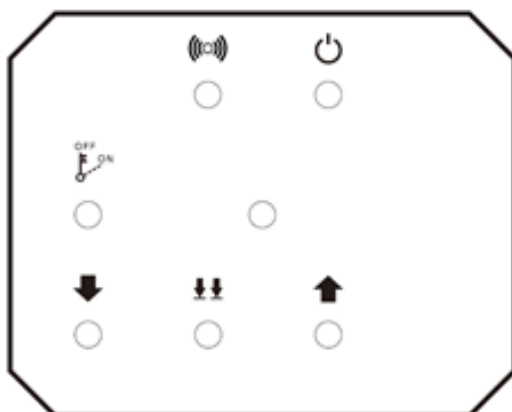

Рис. 30
На пульте управления (рис. 30) включите главный выключатель. Нажав на кнопку подъем (UP), убедитесь, что двигатель вращается по часовой стрелке. Если нет, то отключите подъемник и поменяйте фазу двигателя.